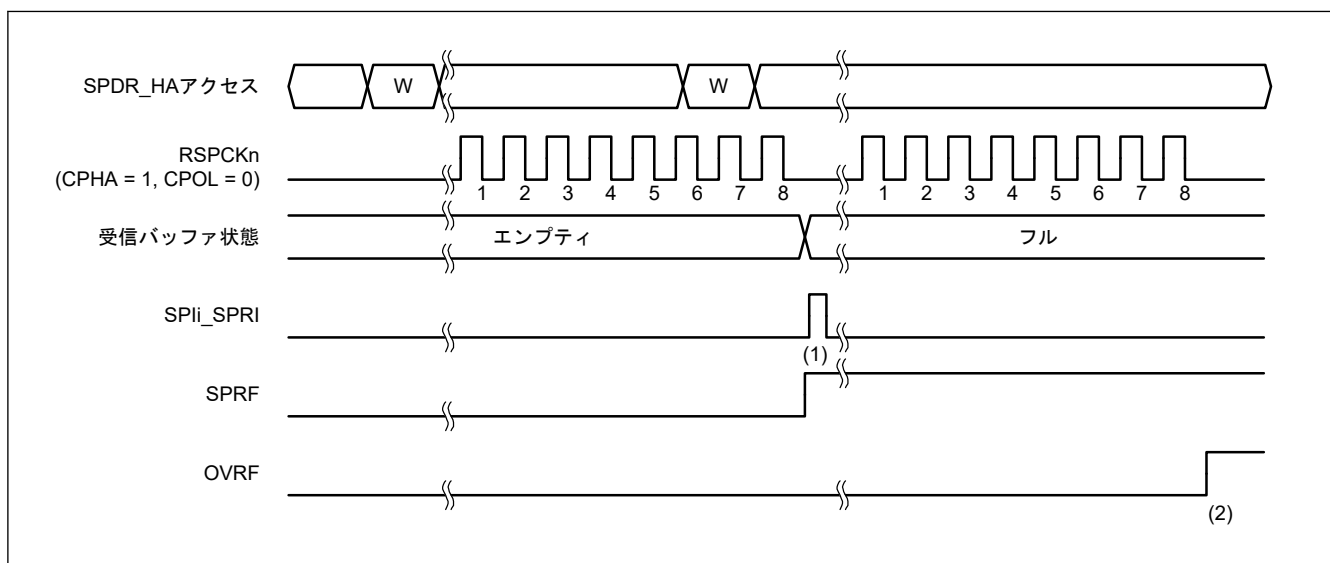

図 30.24 SPCR.TXMD = 0 の場合の動作例
以下に、図 30.24 の (1)、(2) に示したタイミングでのフラグ動作を説明します。